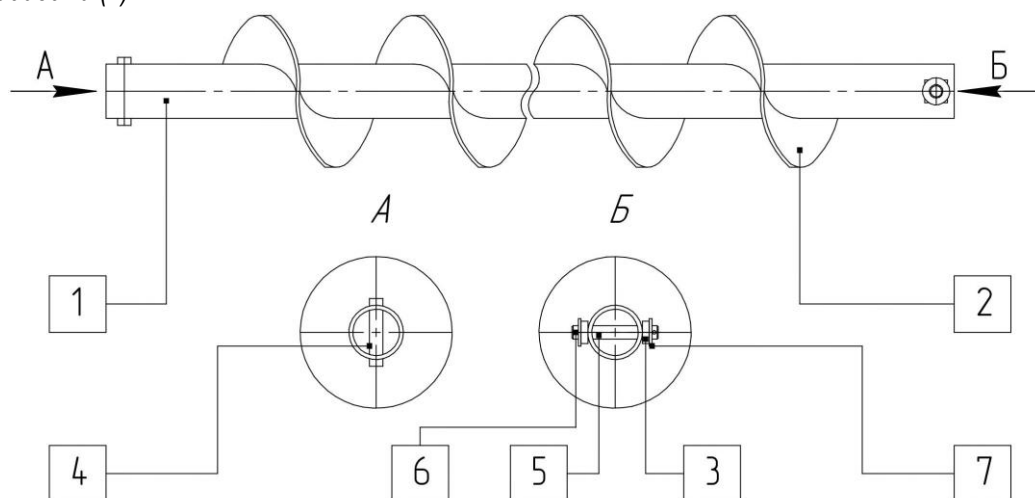

Рис. 4 Транспортирующий винт
Транспортирующий винт (Рис. 4) состоит из трубы (1), к которой приварены винтовые лопасти (2). На одном конце трубы приварены втулки (3), на другом палец (4). Во втулках (3) установлен палец (5), который закреплен шплинтами (6) и шайбами (7).